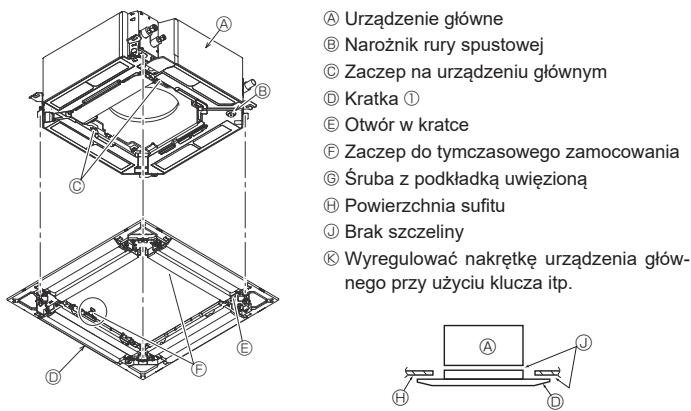

Fig. 9-6
9.4.2. Tymczasowe zamocowanie kratki (Fig. 9-6)
- Zamocować kratkę na urządzeniu głównym, dokręcając wstępnie wkręcane śruby. (Fig. 9-6).
Upewnić się, że nie ma szczebeliny pomiędzy urządzeniem głównym i kratką oraz pomiędzy kratką i powierzchnią sufitu. (Fig. 9-6).